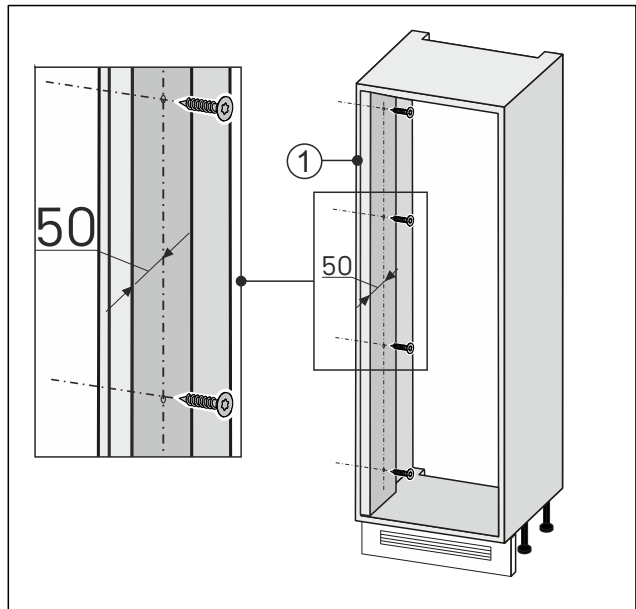

Fig. 93
- Wandausgleich an der Türöffnungsseite Fig. 93 (1) mit der Möbelschleife verschrauben.